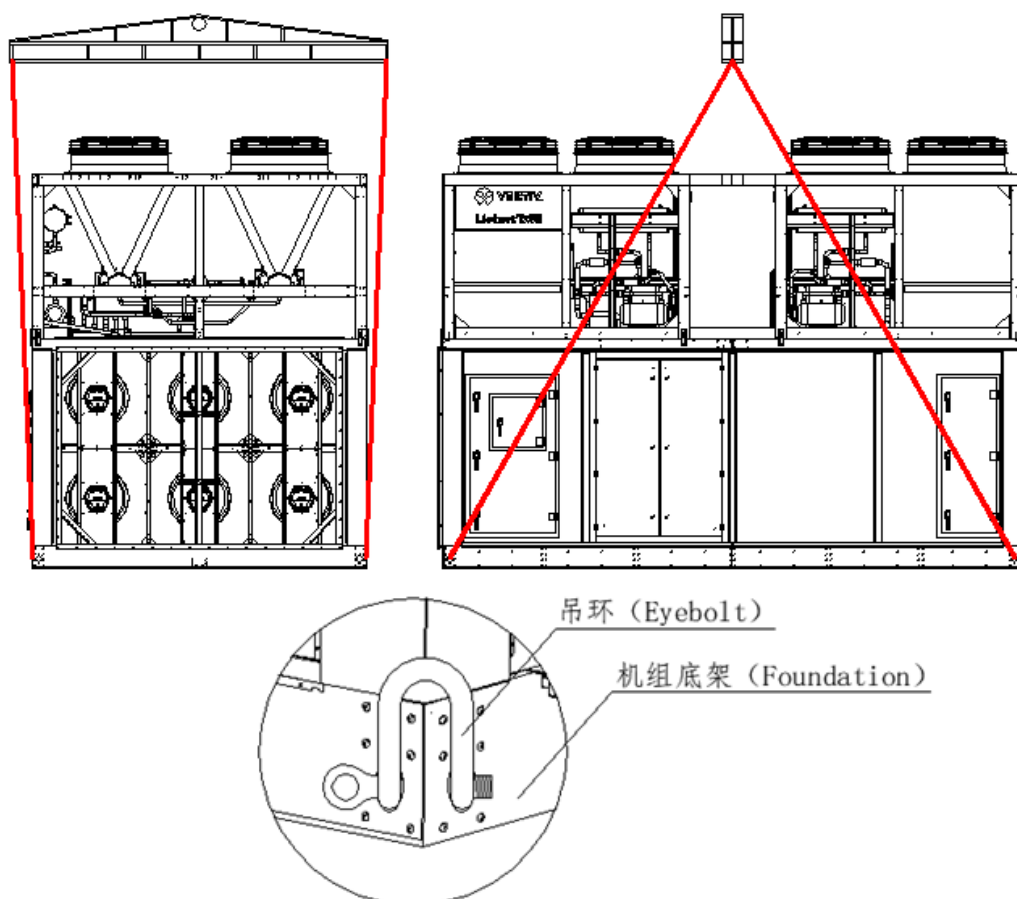

图2-1 吊装示意图
Liebert DSE 系列氟泵空调尺寸较大，推荐选择公路运输，应选择路况较好的公路，防止过度颠簸。运输中应遮蓬、防雨。应严格按照包装箱上运输标志进行作业。机组重量参数参见表 2-1，DSE 机组底架设计有吊装孔。吊装如图 2-1 所示。
2. 采用图 2-1 所示周围式机型吊装方法时，U 型吊环应向下起吊，依靠锁紧螺杆吊起机组。U 型吊环向上起吊可能会损坏结构件。
3. 图 2-1 用于示例，屋顶式机型吊装方法雷同。